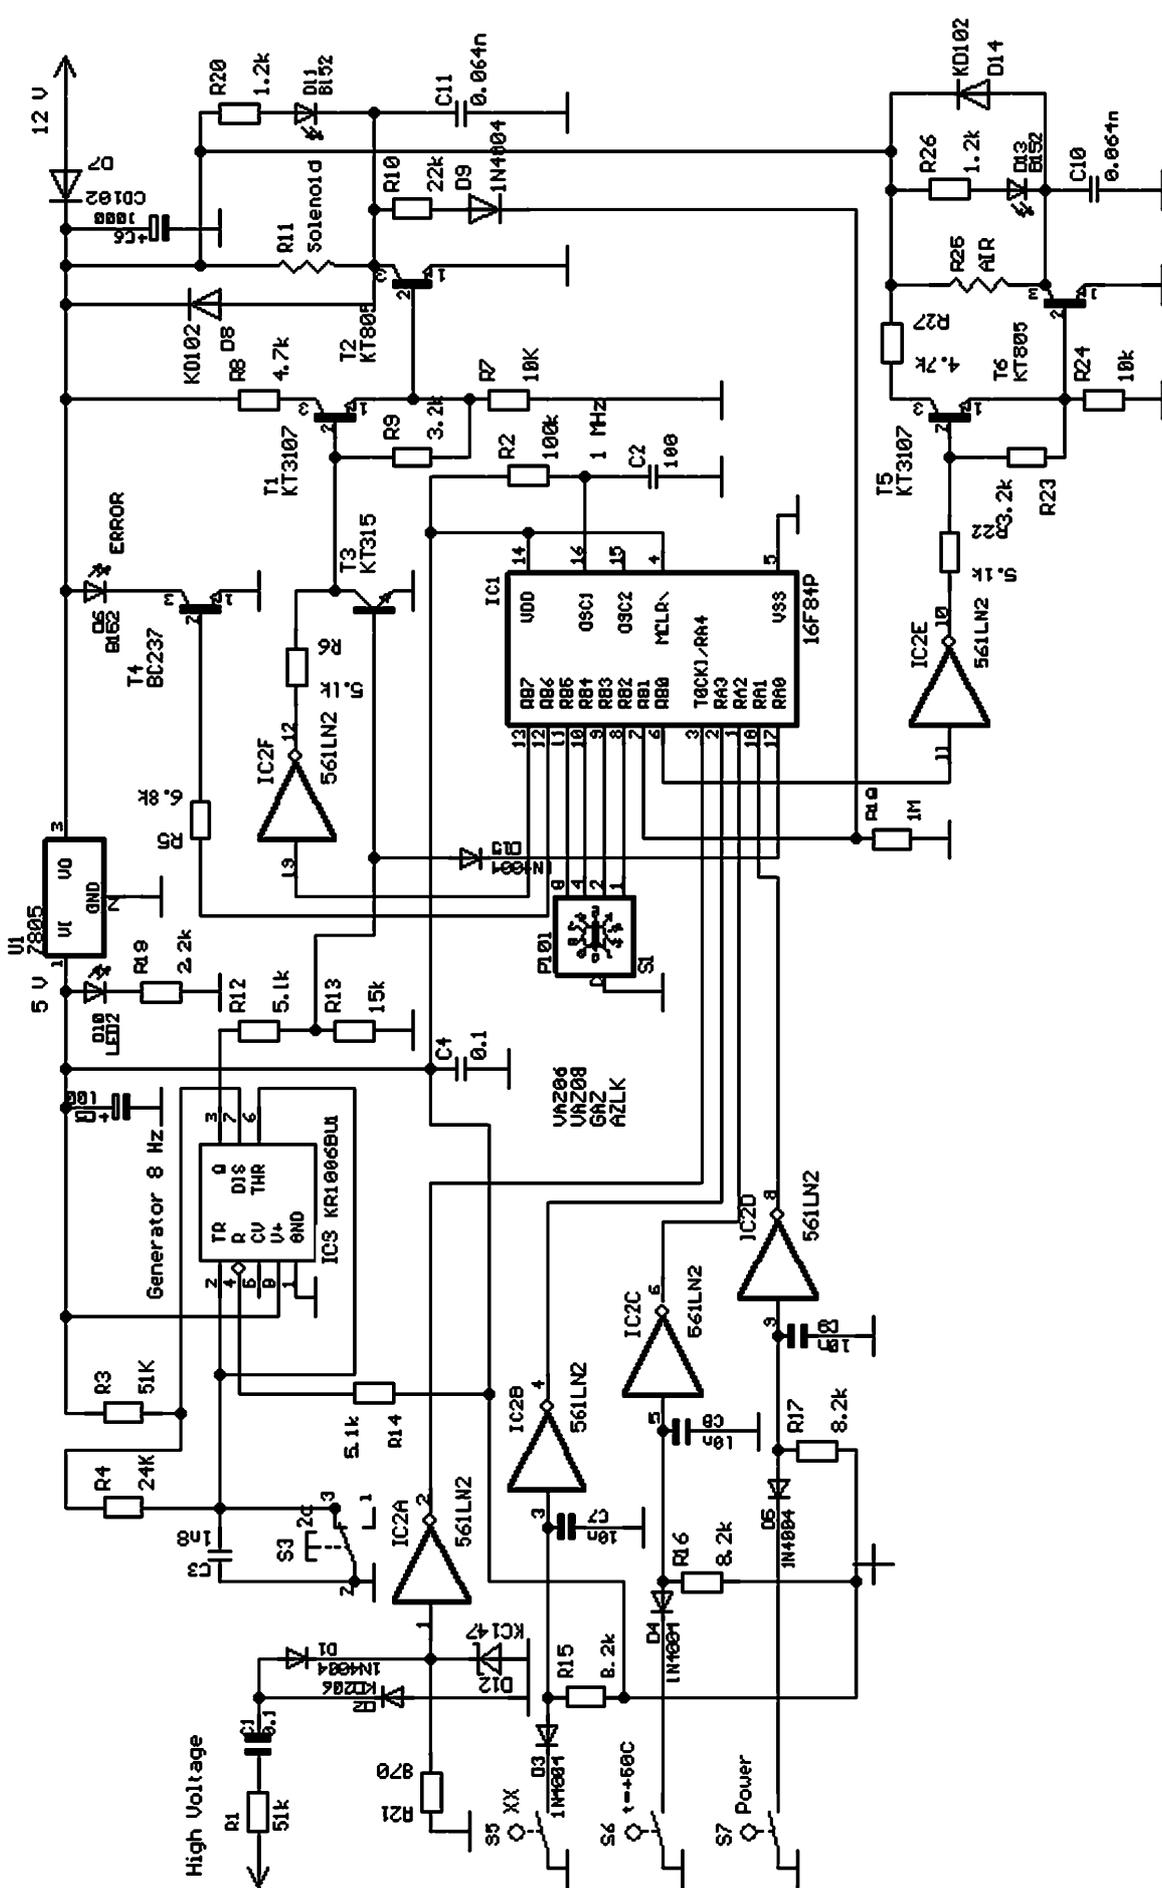
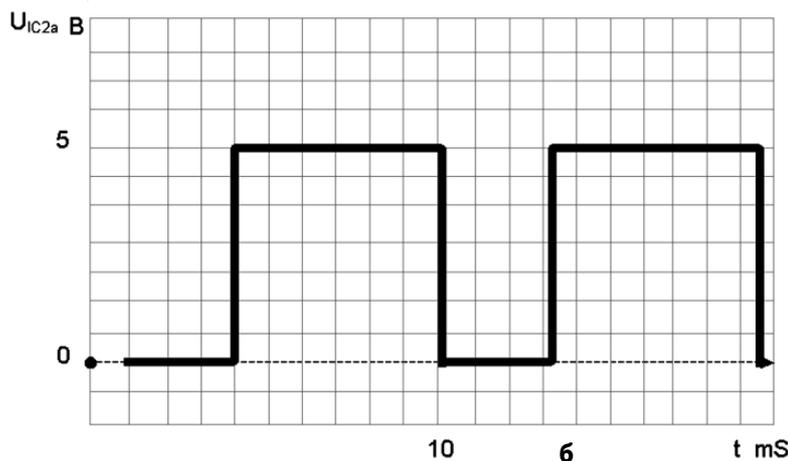

рис.4
рис.5
**Схематехника.** Напряжение питания 12 В подается через диод D7 на выходной каскад и стабилизатор напряжения 5 В U1 (рис.4). Правильность включения питания устройства и работы всех цепей питания индицируется светодиодом D10.
Входной каскад имеет большое входное сопротивление и дифференцирующую входную цепь, которая выделяет высокочастотную гармонику из сложного входного импульса и ограничивает его значение до логического уровня микросхемы (рис.5,а). Выделение высокочастотной гармоники осуществляет фильтр последовательного типа R1C1 (рис.4). Выходное инверсное напряжение с вывода 2 IC2а
(рис.5,б) поступает на вход RA4 (вывод 3) IC1, который также выполняет функцию входного вывода таймера при предварительном программировании этого порта.